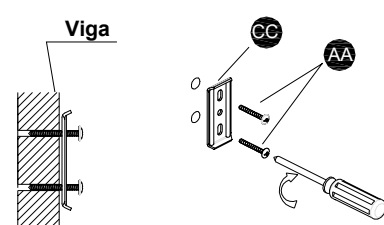

Fig. 3
3. Si lo instalará en una viga, fije la abrazadera de montaje **CC** a la pared con tornillos de montaje **AA** (Fig. 3).